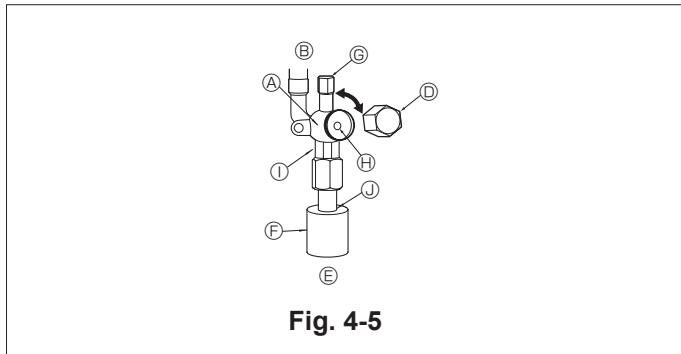

Fig. 4-5
4.5. Método de apertura de la válvula de retención (Fig. 4-5)
- ① Abra la tapa y gire la varilla de válvula hacia la izquierda hasta su tope, utilizando una llave hexagonal de 4 mm, 5/32 inch. Deje de girar cuando llega al tope. (ø6,35, 1/4 inch: Aproximadamente 4,5 revoluciones) (ø9,52, 3/8 inch: Aproximadamente 10 revoluciones)
- ② Cerciórese de que la válvula de parada esté completamente abierta, empuje la manivela y enrosque la tapa en su posición original.